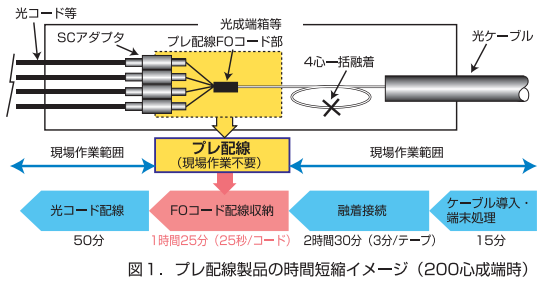

図1. プレ配線製品の時間短縮イメージ (200心成端時)
- 現場でのFOコード収納作業がない為「**施工時間短縮**」が可能です。(図1参照)